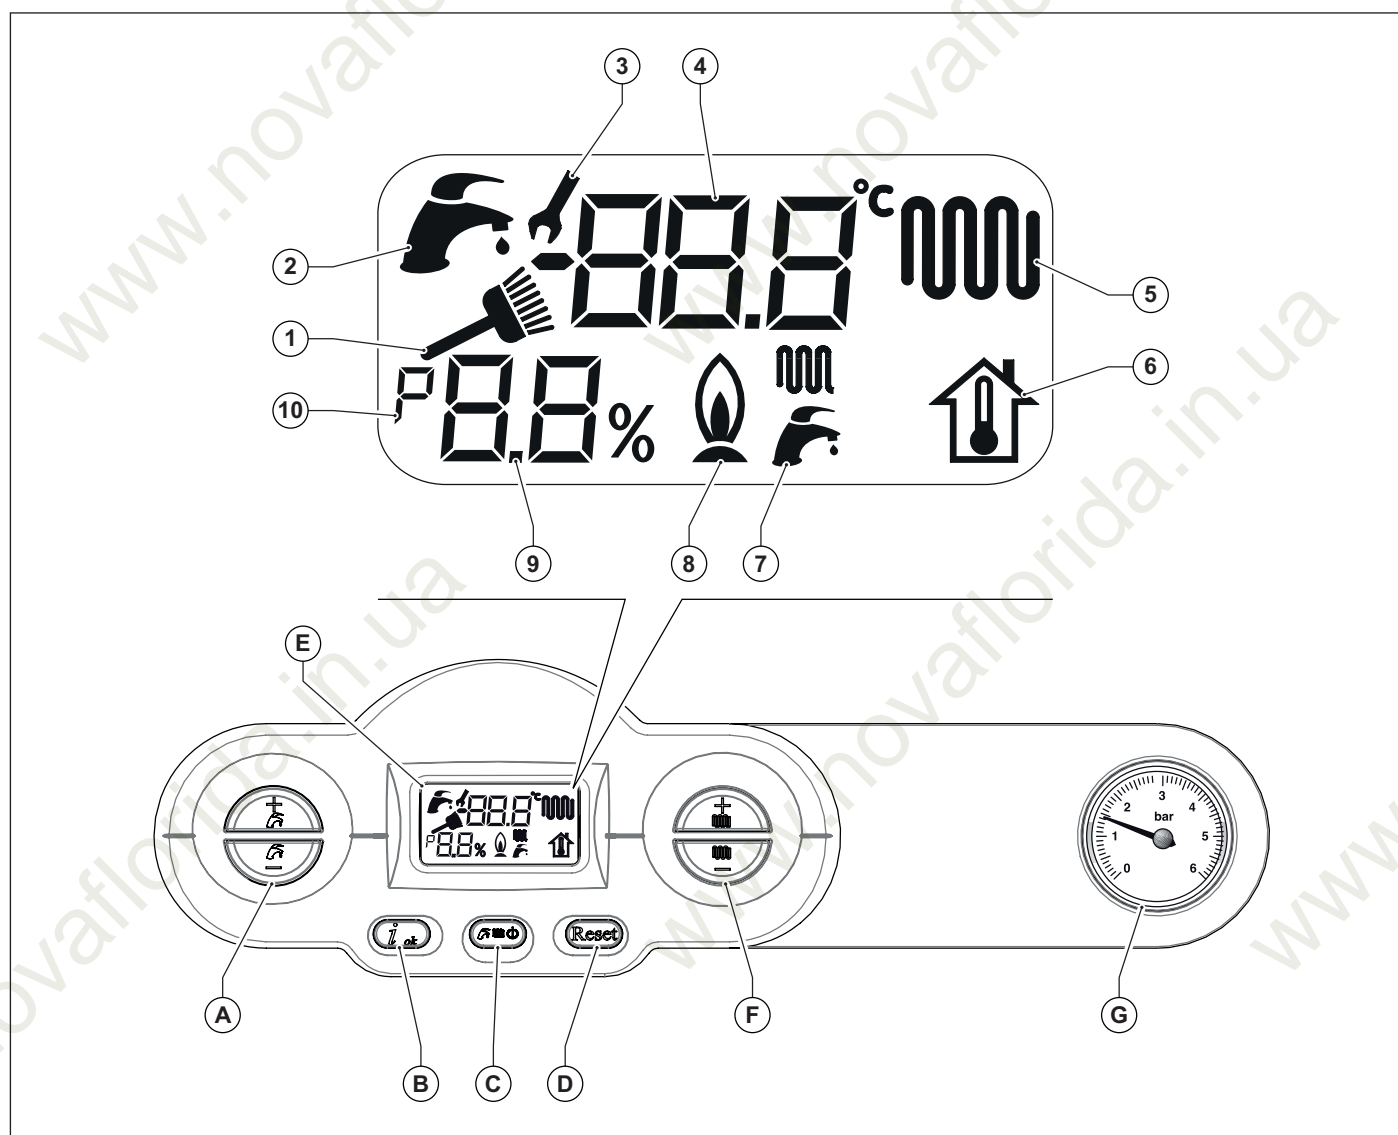

Рис. 1 Панель управления
- Выбрать режим работы котла: OFF, ЛЕТО, ЗИМА, ТОЛЬКО ОТОПЛЕНИЕ (см. кнопку С на Рис. 1 Панель управления на странице 8).